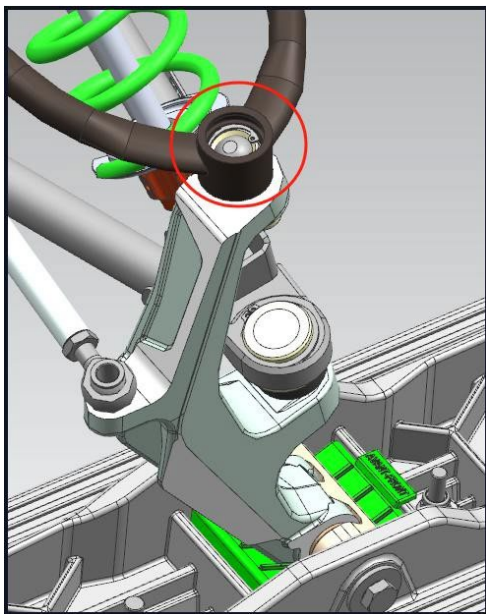

Fig. 45 -Apertura di sgrassatura (lato sinistro)
2. Ingrassare il supporto sferico superiore nella cavità aperta (Fig. 45).